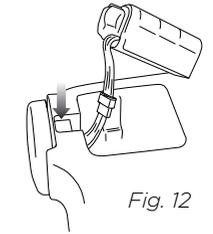

Fig. 12
**4** Sortez le bloc-batterie délicatement. Sortez les bornes en appuyant sur le loquet et en démontant les connecteurs de bornes. **(Fig. 12)**
**5** Retirez le bloc-batterie. **(Fig. 12)**